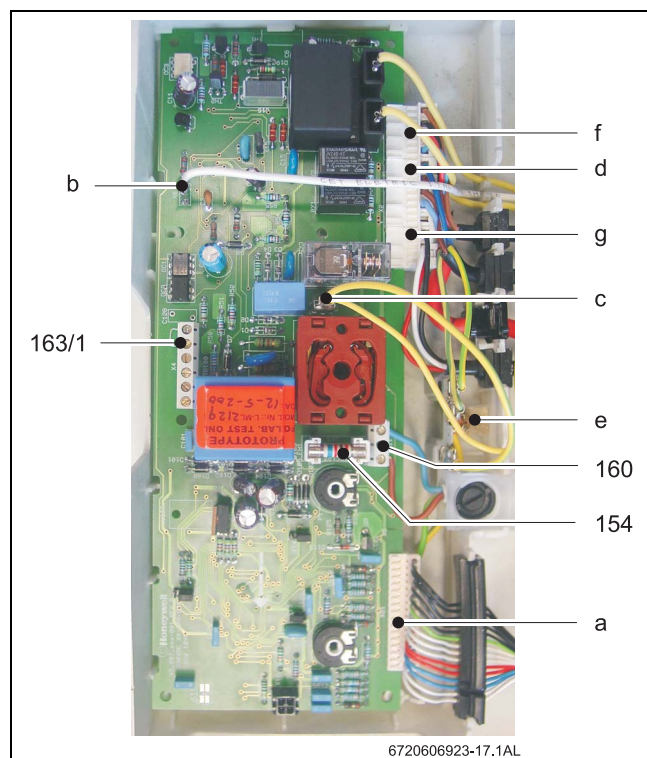

Fig. 15
- Enlever le shunt 1-4 (Fig. 15 , pos.163/1).